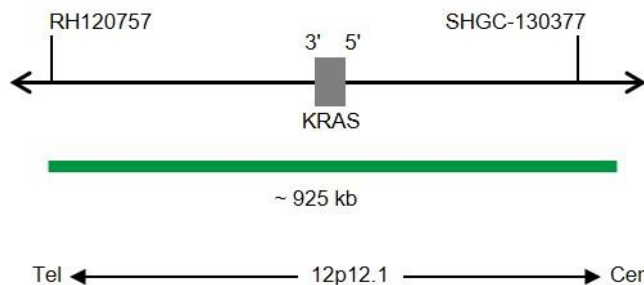

Fig. 1: SPEC KRAS Mapa da sonda (sem escala)
- Polinucleótidos (~10 ng/μl) com marcação ZyGreen (excitação 503 nm/emissão 528 nm), dirigidos ao mapeamento de sequências alvo em 12p12.1* (chr12:24,916,728-25,839,353) contendo o gene KRAS (ver Fig. 1).